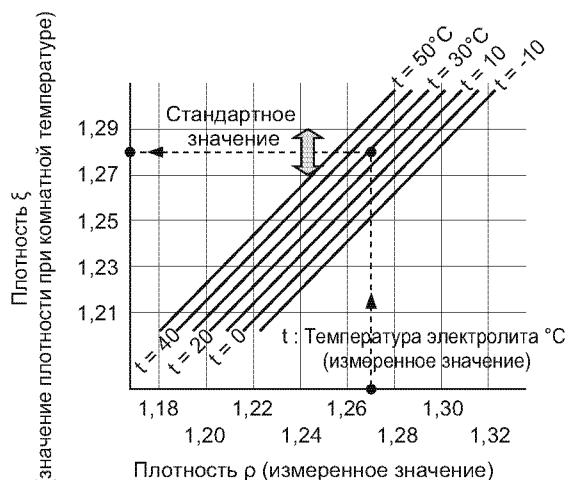

Рис. 21
- Измерьте плотность (ρ) в каждой банке аккумулятора и вычислите среднюю плотность ($\bar{\rho}$) и разность плотности ($\Delta\rho$). Так как плотность зависит от температуры электролита (t °C), вычислите значения средней плотности и разность плотности при комнатной температуре. Вычислите плотность при комнатной температуре (ξ) с помощью Рис. 21, основываясь на измерениях плотности (ρ) и температуре электролита (t °C).